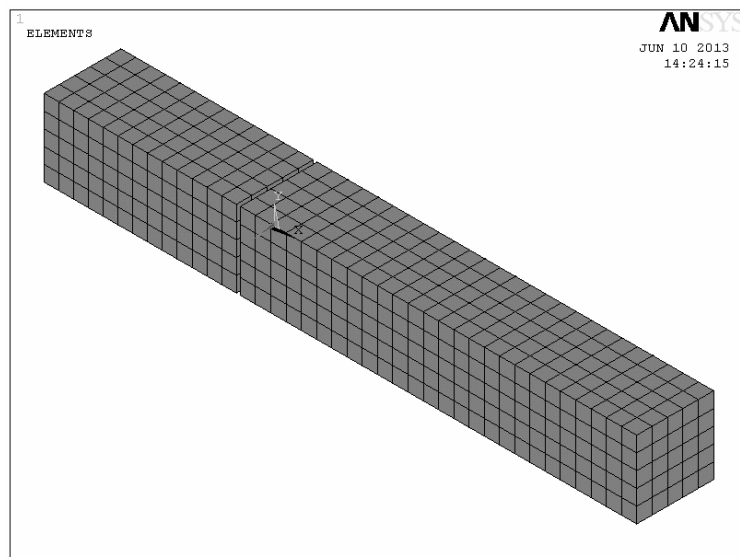

图 1-37 A、B 两杆都划分好单元
(17) 将鼠标指在 B 杆的中部，然后单击鼠标左键。B 杆的颜色改变。然后单击“Mesh Volumes”窗口中的“OK”按钮。B 杆被划分好单元（见图 1-37）。